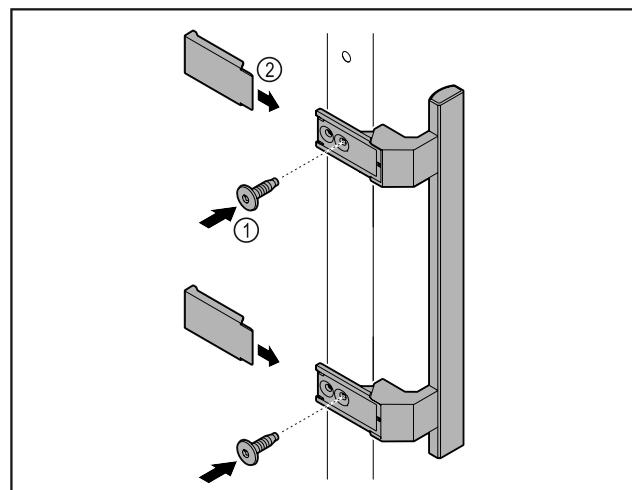

Fig. 7
- Pritvirtinkite rankeną iš priedų pridedamais varžtais Fig. 7 (1) prie durų.
- Uždékite dengiamąją plokštę Fig. 7 (2).